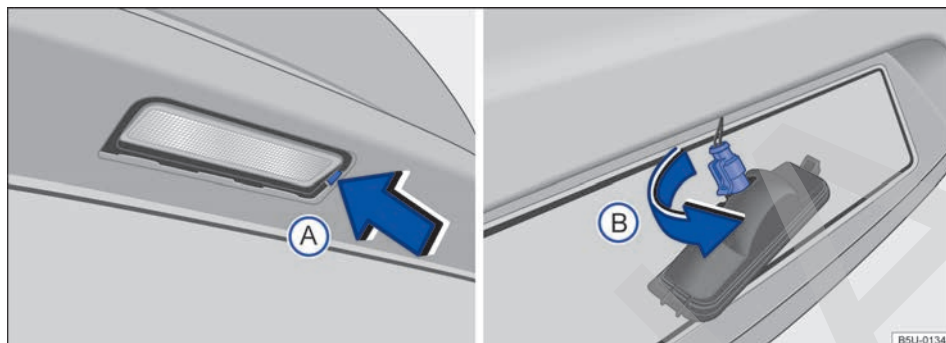

Fig. 175 En el paragolpes trasero: retirar la luz de la placa de licencia y el portalámparas.
2. Con el auxilio de un destornillador, presionar la traba → **fig. 175 A** para quitar el conjunto.